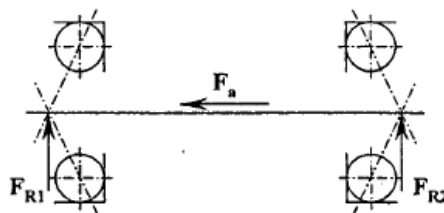

图 3
(3) 如图 3 所示：轴上为一对反向安装的 7306AC 型角接触球轴承。已知：